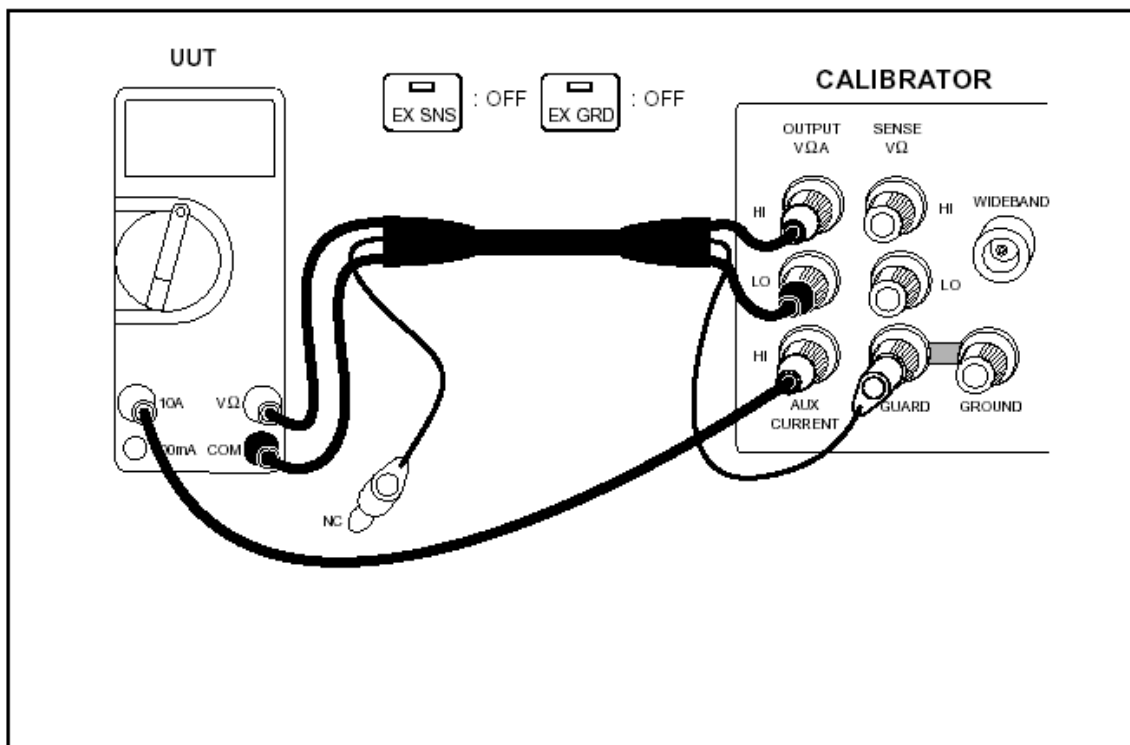

图4-11. 测试Fluke 70系列数字多用表的电缆连接
- a.确认校准器处于预备状态，并按图4-11连接数字多用表。